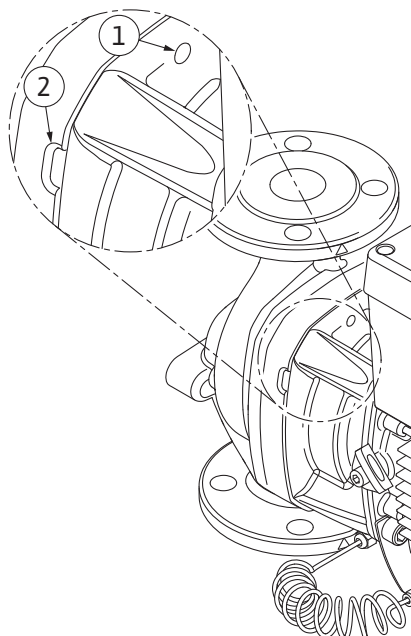

Fig. 99: Trous taraudés et fentes pour chasser le kit embrochable du corps de pompe
- Pour le type de pompe (Fig. I et Fig. II), utiliser les deux trous taraudés M10 (voir Fig. 99) et des vis appropriées fournies par le client (p. ex. M10 x 20 mm). Les fentes (Fig. 99, pos. 2) peuvent également être utilisées pour exercer une pression.